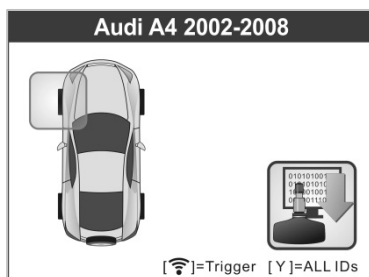

Figure 4.8
- L'icône de fonction **Réapprentissage TPMS** du coin supérieur droit de l'écran n'est pas prise en charge par tous les véhicules mais le processus d'activation de capteur reste le même. Pour les véhicules qui ne prennent pas en charge la fonction de réapprentissage, l'écran d'activation s'affiche comme à la figure 4.8. Pour une information détaillée au sujet du réapprentissage TPMS, se reporter à **4.2 Réapprentissage TPMS**.